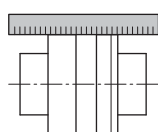

Fig. 11: Kontroll av radiell justering med en linjal
- Alternativt går det att kontrollera den radiella kopplingsjusteringen med en linjal (se fig. 11).